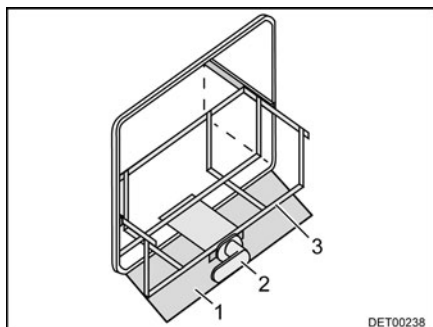

Fig. 105 Caja para bombonas de gas
- Si se dispone de una chapa protectora, plegar la chapa protectora (Fig. 105,1) hacia abajo.
- Colocar en posición vertical el asidero (Fig. 105,2).
- Extraer el carro (Fig. 105,3) hasta el tope.
- Colocar en posición horizontal el asidero (Fig. 105,2).
- Introducir el carro (Fig. 105,3) hasta el tope y poner el tirador (Fig. 105,2) en posición horizontal.
- Si se dispone de una chapa protectora, plegar la chapa protectora (Fig. 105,1) hacia arriba.